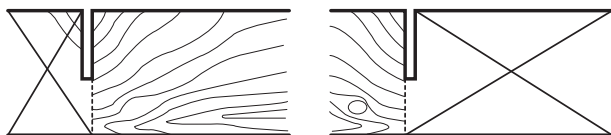

Fig. 6
- > Corte, sempre que seja possível, seguindo a direção do raiado da madeira para evitar que a lâmina (1) se bloqueie e se desgaste nos lados.
- > Tenha em atenção ao bordo do corte quando corte pelas linhas marcadas. Não corte diretamente pela linha, mas sim ao lado desta (Fig. 6).